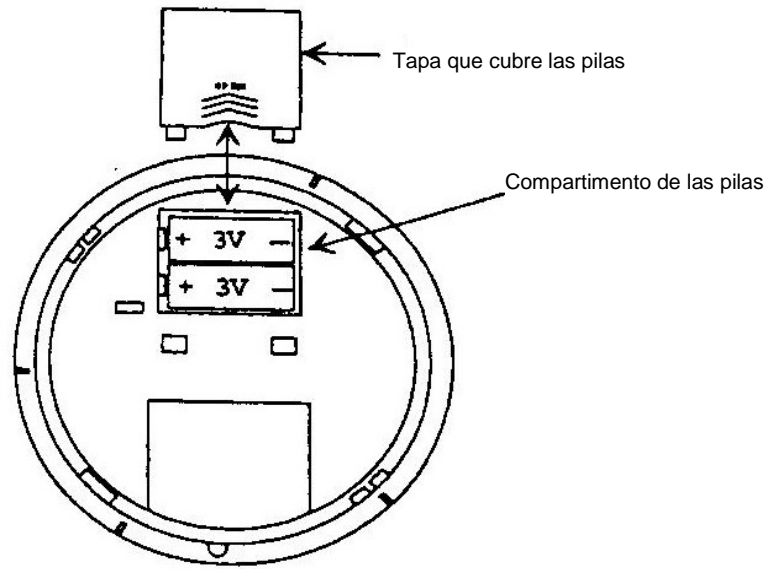

Figura 21. Instalación de las pilas
2. Deslice la tapa del compartimento de baterías del detector hacia fuera y retírela. Ver Figura 21.